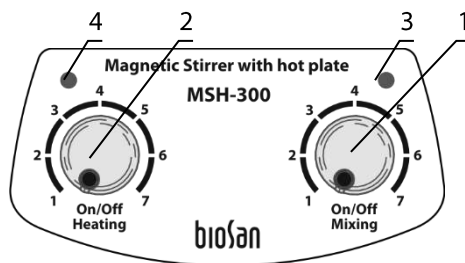

Рисунок 2. Панель управления
5.3. Установка температуры плиты. Поворачивая ручку нагрева **On/Off Heating** (рис. 2/2), включите нагрев и установите требуемую температуру, линейно, в диапазоне от 30 до 330 °С. Индикатор нагрева (рис. 2/4) начинает мигать, 4 раза в секунду, пока устройство не достигнет заданной температуры.
5.4. Используя ручку **On/Off Mixing** (рис.2/1), включите режим перемешивания и установите требуемую скорость. Поворачивайте ручку плавно.